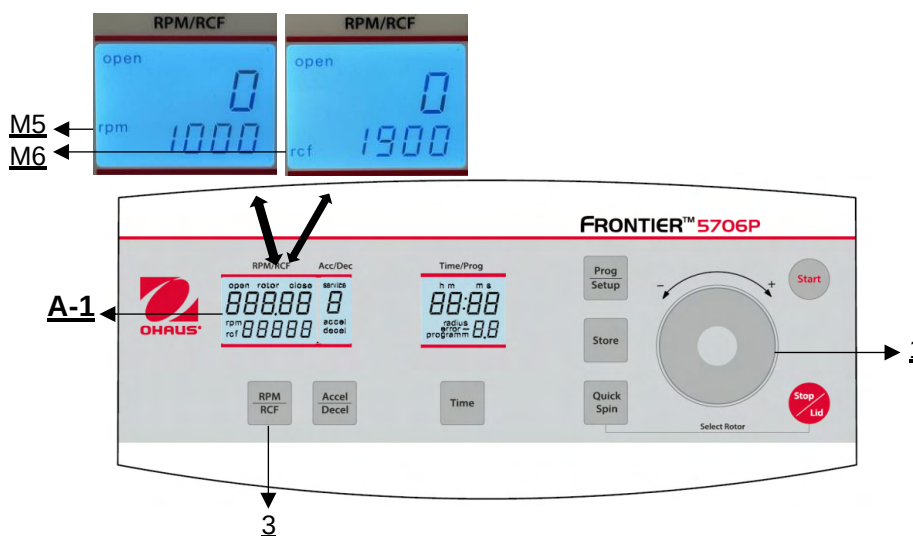

Abbildung 17
Die Vorwahl wird über die Taste **"RPM | RCF"** (3) aktiviert (**siehe Abbildung 17**). Durch einmaliges Drücken der Taste blinkt das Wort **"rpm"** (M5). Durch zweimaliges Drücken der Taste kann die Vorwahl der Fliehkräfte gewählt werden. Dann erscheint das blinkende **Wort "rcf"** (M6). Mit dem Touch Wheel (1) können Sie die gewünschten Werte einstellen. Im Display (A-1) wird der eingestellte Wert permanent angezeigt, vor, während und nach dem Lauf.